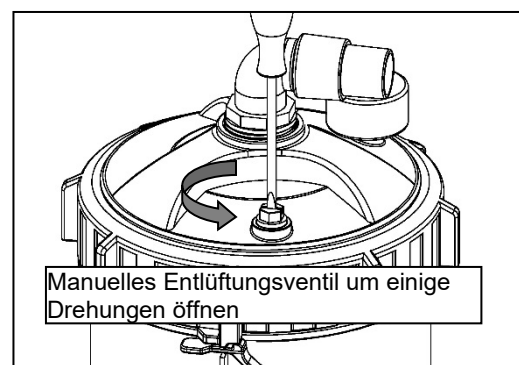

Abbildung 4 - Entlüftungsventil
2. Öffnen Sie das manuelle Entlüftungsventil um einige Umdrehungen (Abbildung 4).
5. Öffnen Sie das obere manuelle Entlüftungsventil um einige Gewindedrehungen (Abbildung 4), um das System zu entlüften. Die ins System gelangte Luft strömt über das Entlüftungsventil aus. Schließen Sie es, wenn das Wasser gleichmäßig fließt. Ziehen Sie das Entlüftungsventil so weit an, dass kein Wasser austritt. Ziehen Sie es nicht zu stark an, damit Sie die Dichtung nicht beschädigen.